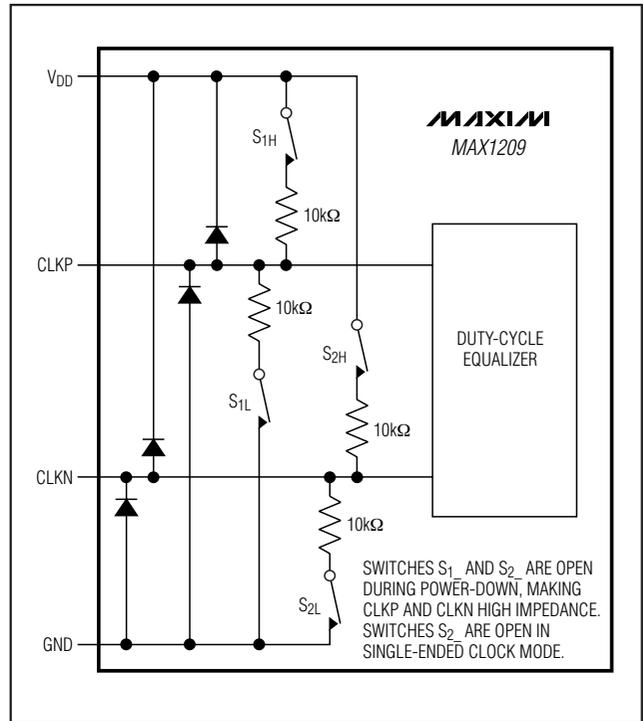

図5. 簡略化クロック入力回路
MAX1209がパワーダウンしているとき、CLKPとCLKNはハイインピーダンスになります(図5)。
- CLKPとCLKNがハイインピーダンスになる(図5)。